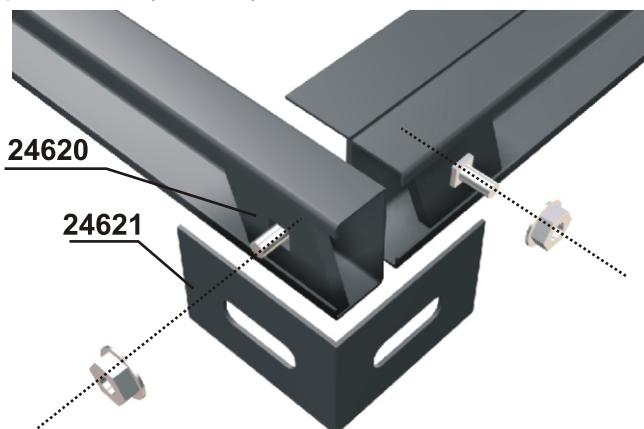
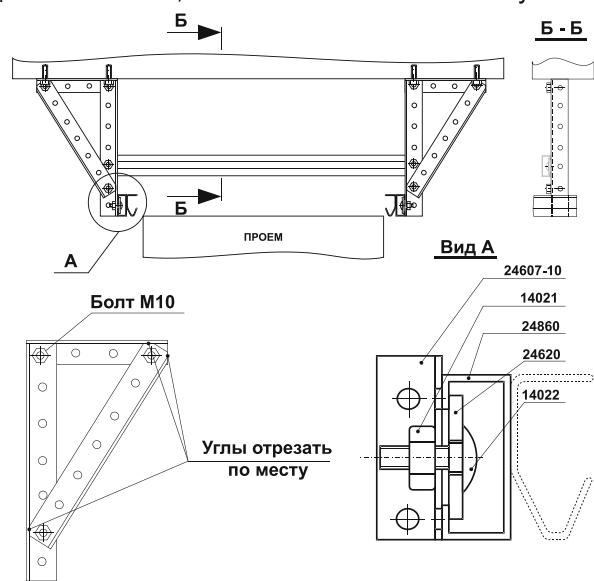

Рис. 8.1. Схема крепления концов направляющих и горизонтальной планки.
Рис. 8.2. Крепление монтажного уголка.
Крепление концов направляющих осуществляется с помощью установочного профиля 52x52 (15), закладной пластины и болтов M10 с гайками, как показано на рис. 8.2. Размеры установочного профиля зависят от расстояния между горизонтальными направляющими и потолком. Монтажные уголки отрезаются и собираются на месте монтажа. Горизонтальная планка выполняется из с-образного профиля (13) и крепится к концам горизонтальных направляющих с помощью закладной пластины, болтов с гайками M10 и углового кронштейна (Рис. 8.1).